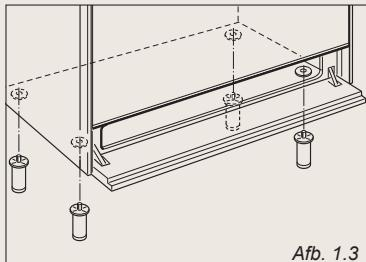

Afb. 1.2
Assembleer het achterscherm "C" (afb. 1.2) alvorens het fornuis te installeren.
- \* Assembleer het achterscherf zoals aangegeven in afbeelding 1.2 en bevestig het door de schroef "B" en de afstandsringen "A" vast te draaien.